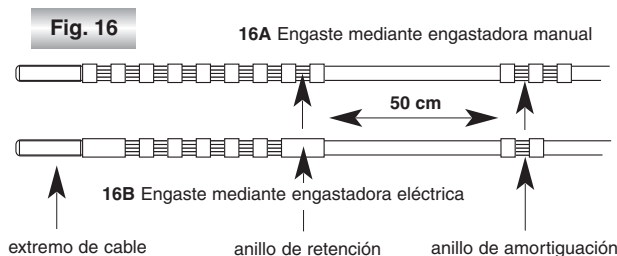

Fig. 16
- 2) Engastar el anillo de amortiguación con la engastadora específica eléctrica de código Tractel 075739 equipada con la mordaza para engastar código Tractel 114345. Realizar UN engaste de una huella por anillo de amortiguación. Ver la Fig. 16 B.
- 4) Engastar el anillo de retención con la engastadora específica eléctrica de código Tractel 075739 equipada con una mordaza para engastar código Tractel 114345. Realizar SEIS engastes de una huella por anillo de amortiguación Ver la Fig. 16 B.
- 3) Engastar el anillo de retención con la engastadora específica eléctrica de código Tractel 075739 equipada con una mordaza para engastar código Tractel 114345. Realizar SEIS engastes de una huella por anillo de retención. Ver la Fig. 16 B.
NB : Si se utiliza la engastadora específica manual, código Tractel 024998 equipada con una mordaza para engastar código Tractel 020885, realizar CUATRO engastes de dos huellas por anillo de retención. Ver la Fig. 16 A.